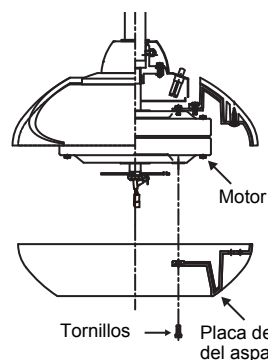

Fig. 16
**Paso 1.** Retire la placa del soporte del aspa de la caja del motor quitando los tornillos (8) de montaje del soporte del aspa. (Fig. 16)